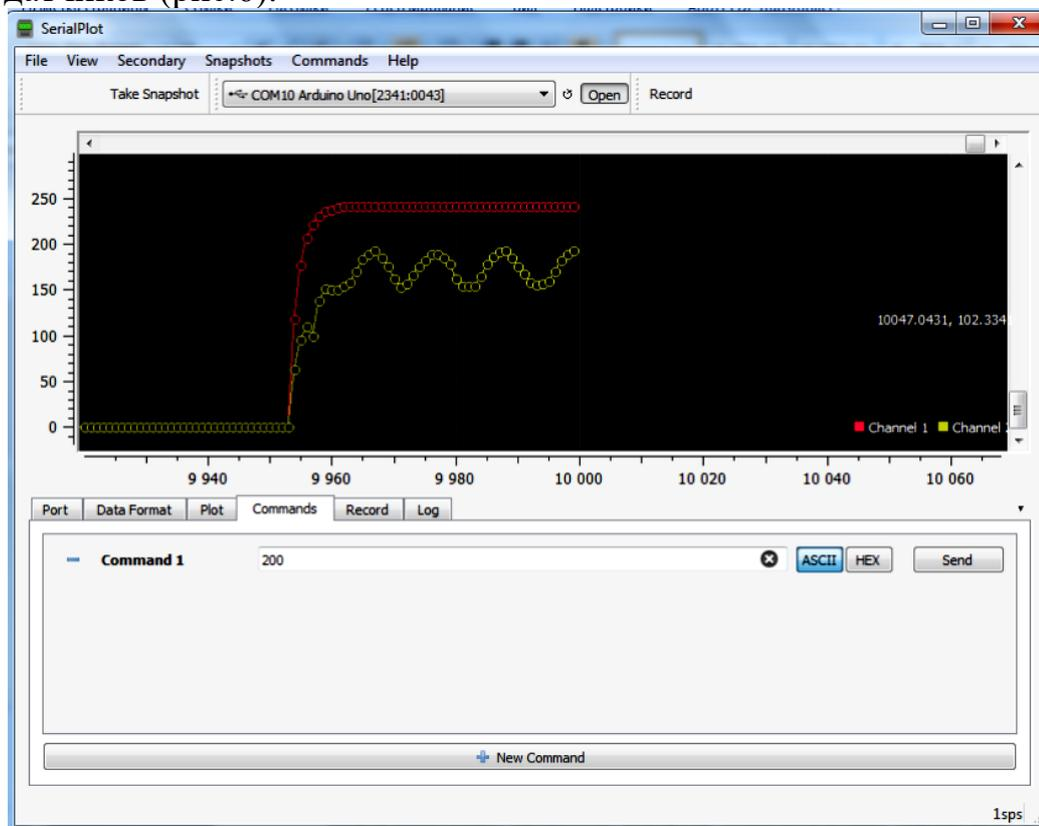

Рисунок 6. Интерфейс SerialPlot v0.10.0
12. Прodelать операции пунктов 5-8 и наблюдать изменения сигналов с датчиков (рис.6).